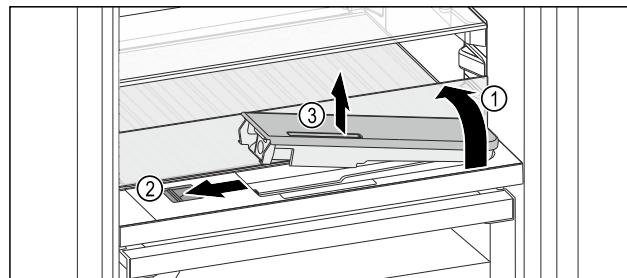

Fig. 172
- Підняти скляну панель і відкинути до упору назад Fig. 172 (1).
- Посуньте повзунок Fig. 172 (2) уліво.
- Вийняти бак для води Fig. 172 (3).